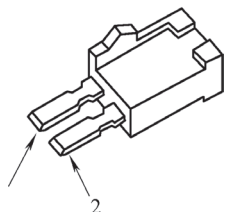
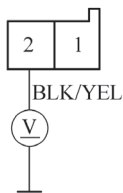

图 5-123 检查 A/C 二极管 A 的 1 号端子和 2 号端子之间两个方向的电流
图 5-124 测量 A/C 二极管 A 2P 插座的 2 号端子与车身搭铁之间的电压
32) 如图 5-123 所示，检查 A/C 二极管 A 的 1 号端子和 2 号端子之间两个方向的电流，检查单向是否有电流。如果没，更换 A/C 二极管 A；如果有，进行下一步检查。
33) 将点火开关置于 ON (II) 位置。
34) 如图 5-124 所示, 测量 A/C 二极管 A 2P 插座的 2 号端子与车身搭铁之间的电压, 检查是否为蓄电池电压。如果是, 维修 A/C 二极管 A 与冷凝器风扇继电器之间的导线开路故障; 如果不是, 维修仪表板下熔丝 / 继电器盒中 30 号熔丝与 A/C 二极管 A 之间的导线开路故障。
10) 检查 A/C 二极管 A 的 1 号端子和 2 号端子之间两个方向的电流 (图 5-123), 检查单向是否有电流。如果没有, 更换 A/C 二极管 A; 如果有, 进行下一步检查。
11) 将点火开关置于 ON (II) 位置。
12) 测量 A/C 二极管 A 2P 插座的 2 号端子与车身搭铁之间的电压 (图 5-124), 检查是否为蓄电池电压。如果是, 维修 A/C 二极管 A 与风扇控制继电器之间的导线开路故障; 如果不是, 维修仪表板下熔丝 / 继电器盒中的 30 号熔丝与 A/C 二极管 A 之间的导线开路故障。